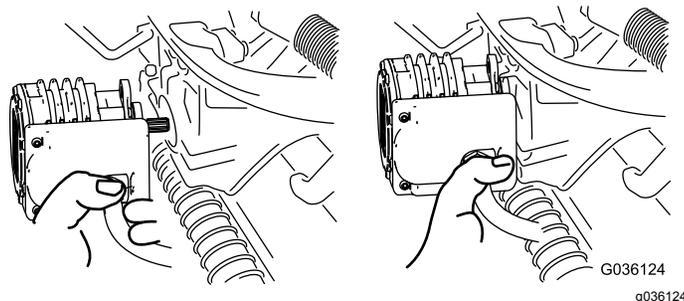

Рисунок 53
- Переместите электродвигатель на место хранения на передней стороне рычага подвески (Рисунок 53).